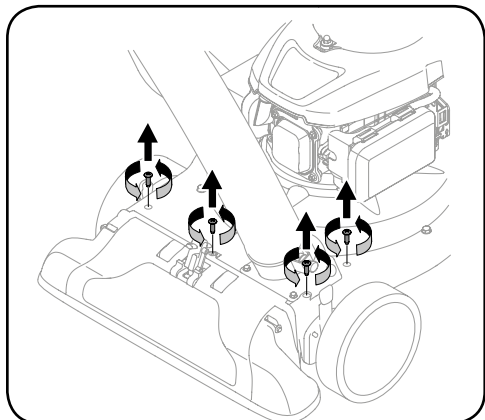

Рисунок 5-6
6. Выкрутите из верхнего кожуха четыре винта, удерживающие крышку сопла. См. рисунок 5-6.